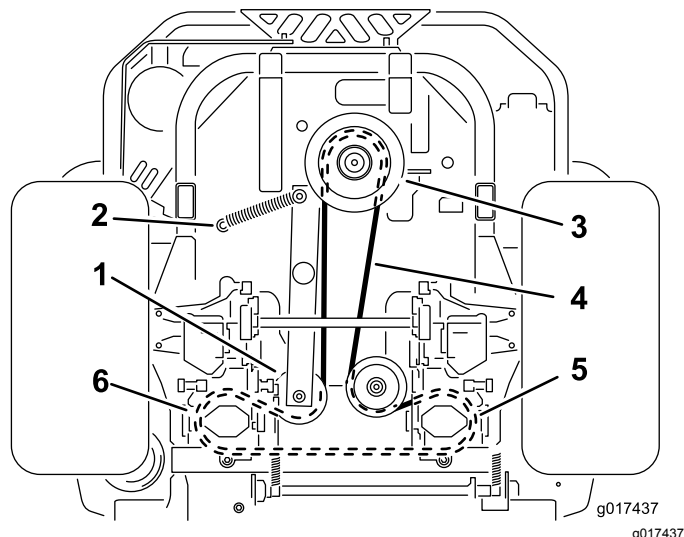

Figure 64
- Soulevez la machine sur des chandelles (Figure 64).
- Décrochez le ressort de la poulie de tension de son montant (Figure 64).